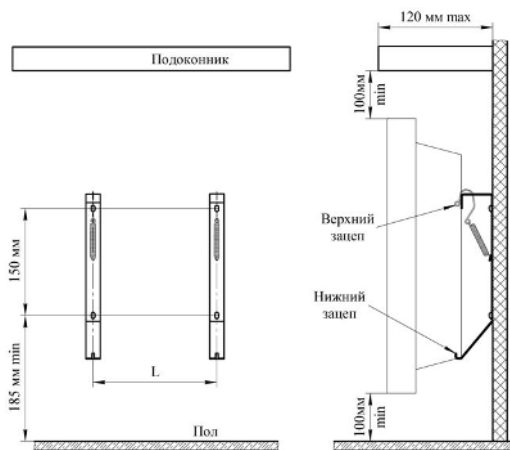

Рис. 1
4.4 Для установки конвектора выполните на стене разметку под крепёжные отверстия (см. рис.1, табл.2) и закрепите кронштейны для установки конвектора на стене, любым доступным способом, обеспечив надёжное крепление конвектора в течении всего срока эксплуатации.
4.5 Совместите прямоугольные отверстия на задней стенке конвектора с верхними зацепами кронштейнов (рис. 1) и наденьте конвектор на зацепы.
Включать и эксплуатировать конвектор допускается только в вертикальном положении, как показано на рис.1.